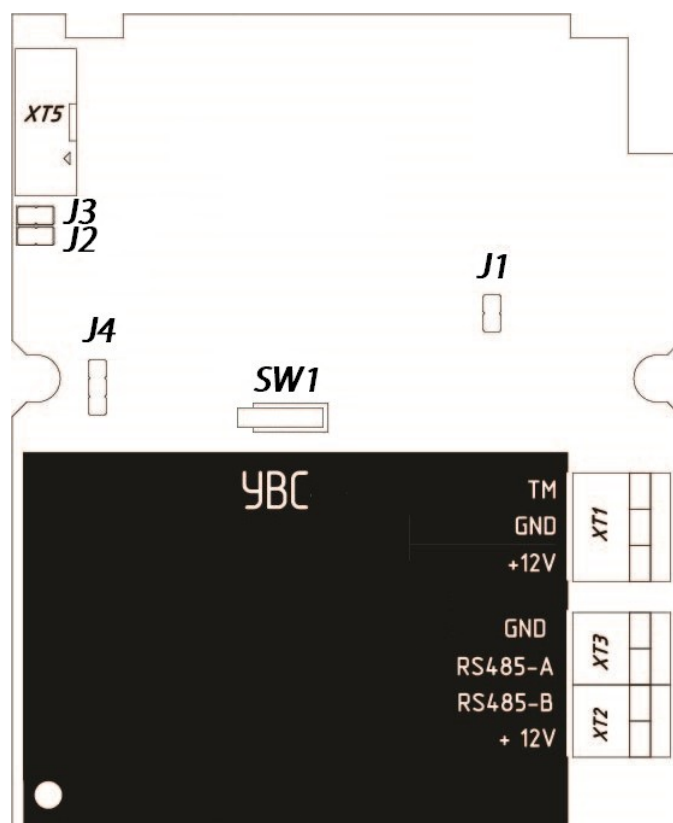

Рисунок 2.2. Назначение выводов устройства
Устройство подключается к объектовому прибору с помощью выводов, расположенных на печатной плате прибора (рисунок 2.2).
- 4 Подсоединить к выводам на плате устройства (рисунок 2.2) провода для источника питания и шины RS-485 или Touch Memory. При этом общая длина проводов определяется расстоянием до подключаемого объектового прибора и составляет: